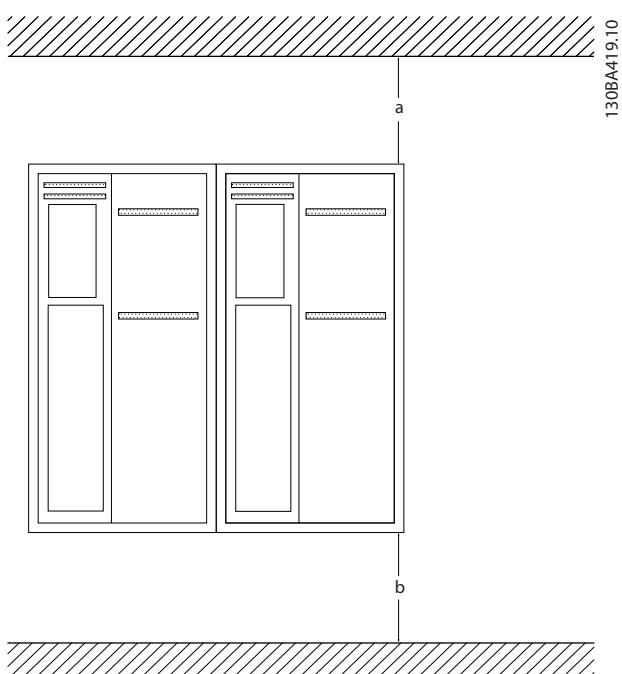

图 2.1 顶部和底部冷却间隙
- 顶部和底部须留出空气冷却间隙。间隙通常须达到 100-225 毫米 (4-10 英寸)。有关间隙要求,请参阅 图 2.1